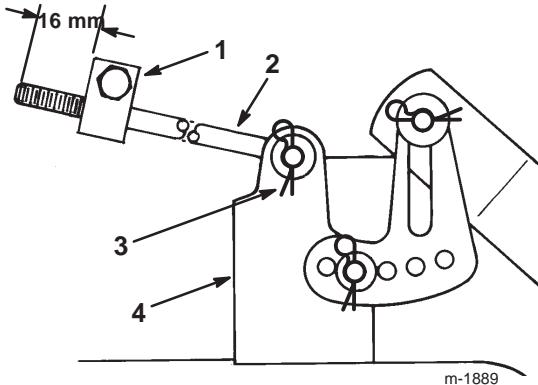

Figure 49
- 9.** Mesurez la longueur de tige qui dépasse de l'avant du bloc de réglage sur les côtés du châssis (Fig. 49). Si la longueur n'est pas égale à 16 mm, enlevez la goupille fendue et la rondelle de l'extrémité de la tige (Fig. 49), puis vissez ou dévissez la tige jusqu'à obtention de la longueur requise (16 mm).